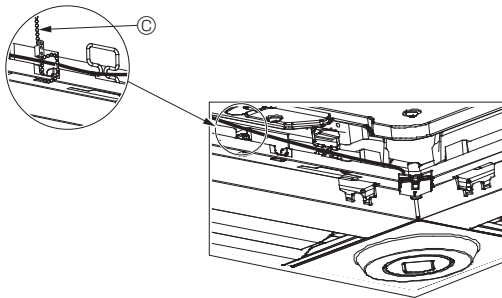

Fig. 10-12
- Segure os fios do i-see Sensor e do recetor de sinais no painel com a presilha tal como exibido no diagrama de modo a que não existam folgas e, em seguida, corte o excesso da presilha. (Fig. 10-12)
- Se a posição do i-see Sensor tiver sido alterada da posição "o" (E) para a posição "□" (F), altere as definições da função. (Consulte a página 13.)